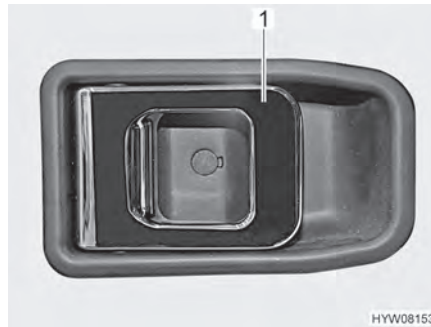

Bild 34 Dörrlås (förardörr, insida)
**Öppna:** ■ Drag i handtaget (Bild 34,1). Dörrlåset låses upp respektive öppnas.
**Låsa:** ■ Tryck ned handtaget (Bild 34,1). Dörrlåset låses.